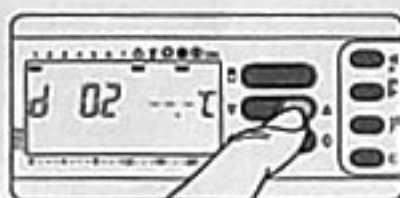

Fig. 72
**13.8** - Premere il pulsante ▽ oppure △ sino a raggiungere il numero di giorni desiderato da 1 a 99 (fig. 72).